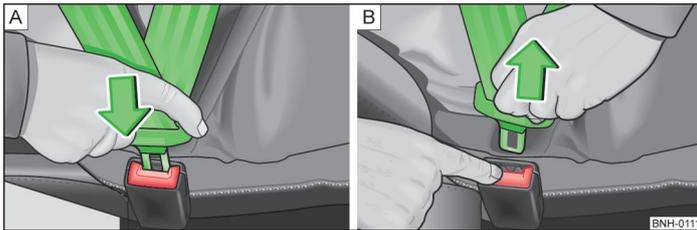

Abb. 161 Sicherheitsgurt anlegen / ablegen
- › Die Schlosszunge in das zum Sitz gehörende Gurtschloss » Abb. 161 - [A] stecken, bis diese hörbar einrastet.
- Die rote Taste im Gurtschloss » Abb. 161 -  drücken, die Schlosszunge springt heraus.